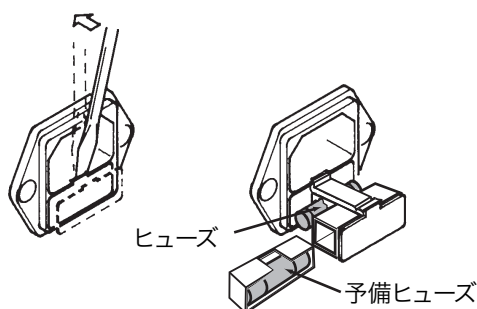

図 4-1 ヒューズの交換
- 3 図4-1のようにマイナスドライバを使用してヒューズホルダを外します。
- 4 ヒューズ（定格：AC250 V、2.5 A (T)）を交換します。